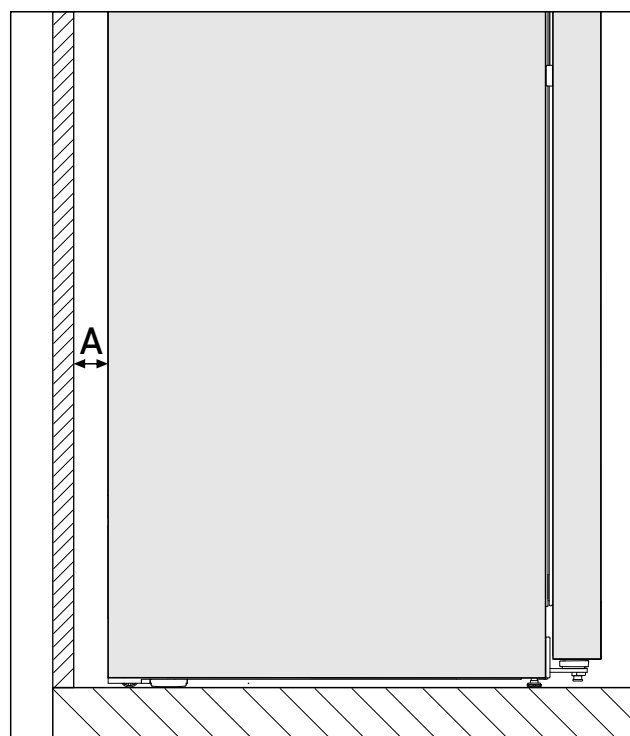

Fig. 2 *
Consumul de energie a fost determinat cu o distanță față de pereți Fig. 2 (A) între partea posterioară a aparatului și perete. Dacă distanța față de perete este mai mică de Fig. 2 (A), acest lucru nu are nicio influență asupra funcționalității aparatului, însă se mărește nesemnificativ la o distanță față de pereți mai redusă a consumului de energie.*